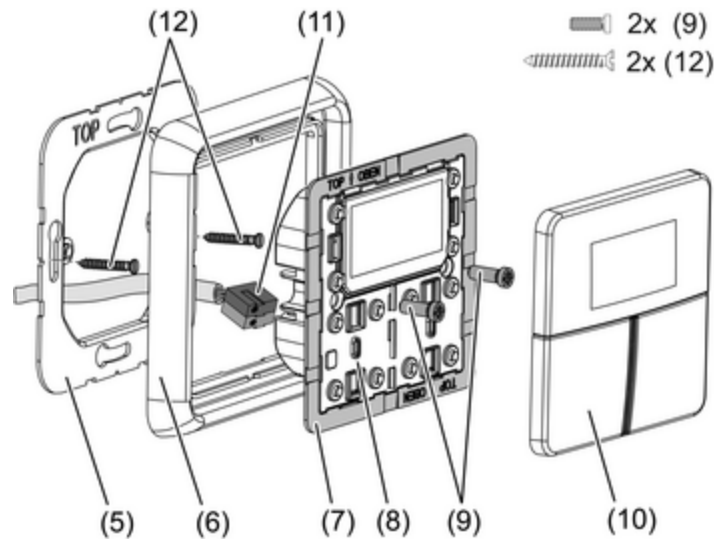

Figure 2: Montage du module régulateur
- Enclencher le cadre d'adaptateur (7) par l'avant et dans la bonne position sur le module (8) (figure 2). Respecter le marquage **TOP** = haut.